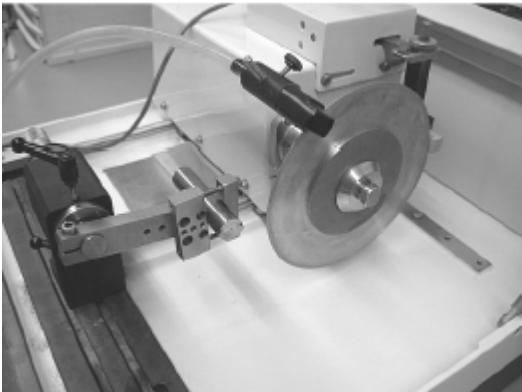

Figura 5. Posicionamiento de la probeta.
- a. Posicione la probeta en el portaprobetas de modo que el disco de corte pueda pasar por delante del portaprobetas sin tocar la probeta (ver **figura 5**).